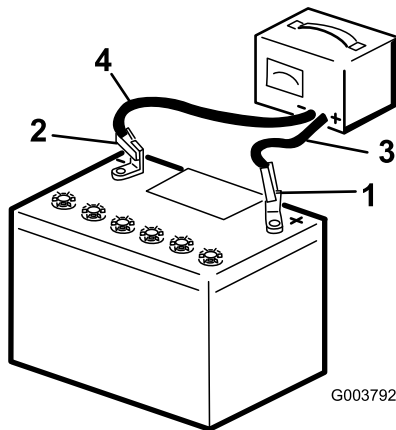

Figura 41
2. Recarregue a bateria a uma taxa de 3 a 4 A por 4 a 8 horas (Figura 41). Não recarregue excessivamente a bateria.
3. Quando a bateria estiver totalmente carregada, desligue o carregador da rede elétrica e, em seguida, desconecte os cabos do carregador dos terminais da bateria (Figura 41).
1. Com os acessórios removidos anteriormente, instale o cabo positivo (vermelho) no polo terminal positivo (+) da bateria (Figura 41).
3. Com os acessórios removidos anteriormente, instale o cabo negativo (preto) no polo terminal negativo (-) da bateria (Figura 41).
4. Fixe a bateria com a barra e as porcas-borboleta (Figura 41).